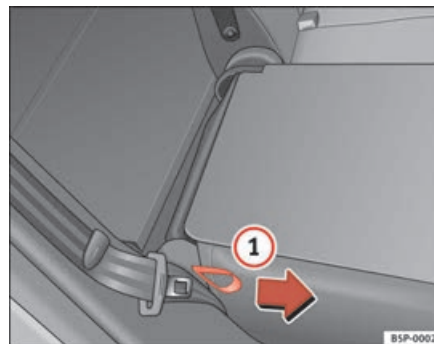

Fig. 100 Rebater ou levantar o encosto do banco traseiro
- Puxar a pega lateral do banco ⇒ fig. 100 ① no sentido da seta e levantar o encosto até que encaixe.